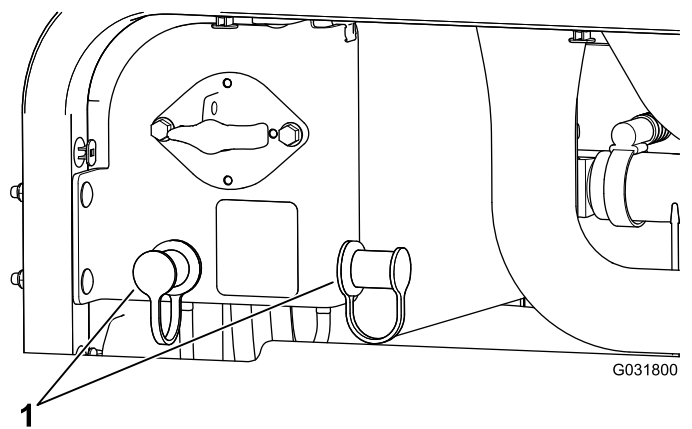

Figure 107
3. Retirez les capuchons des bornes de la batterie déchargée (Figure 107)